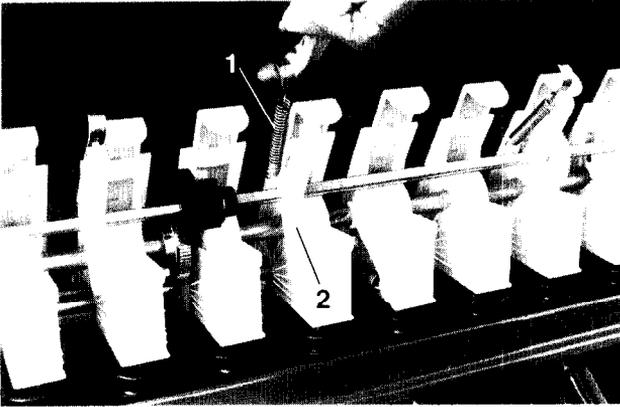
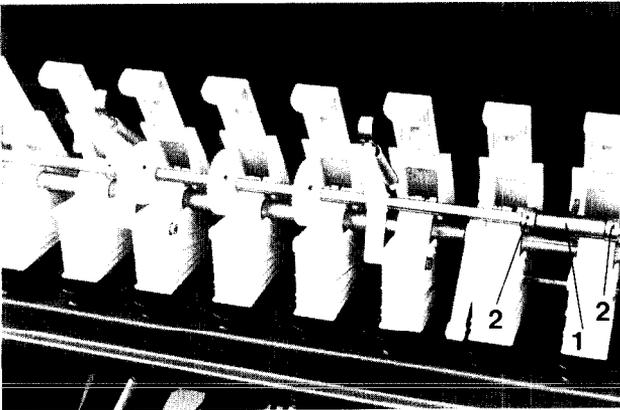
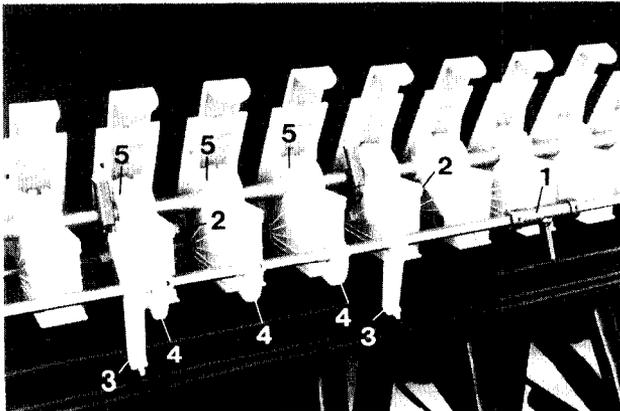

Fig. 60
Fig. 61
Fig. 62
- Décrocher les ressorts (fig. 60/1) entre les carters de distribution et les biellettes de maintien (fig. 60/2) puis basculer vers l'arrière l'arbre d'entraînement (fig. 62).
- Un support tubulaire (fig. 61/1) assurant l'alignement axial de l'arbre est logé dans un évidement d'un carter de distribution. En basculant l'arbre, ce support (fig. 62/4) est retiré de son logement et doit être remis, après montage, dans son logement ou dans un évidement d'un carter de distribution voisin. Le support tubulaire (fig. 61/1) est calé axialement sur l'arbre au moyen de la bague (fig. 61/2).
- Desserrer les vis 6 pans (fig. 62/2) qui fixent à droite et à gauche les biellettes de maintien auprès des carters de distribution.
- Déplacer sur l'axe d'entraînement les biellettes de maintien (fig. 62/3) et les pignons (fig. 62/4).
- Desserrer les vis d'entraînement (fig. 62/5) des roues distributrices correspondant à la nouvelle voie non semée, jusqu'à ce qu'elles tournent librement sur l'arbre d'entraînement.
- Fixer à droite et à gauche les biellettes de maintien (fig. 62/3) contre les carters de distribution et accrocher les ressorts (fig. 60/1) des biellettes aux carters.
Procéder au montage des pignons (fig. 62/4) selon paragraphe 15.5. L'arbre du jalonneur ne doit être pourvu qu'avec un seul pignon d'entraînement sur le côté droit du semoir. Le pignon doit être monté sur l'arbre du jalonneur de manière à ce que l'intervalle des roues distributrices qui ne sèment pas, mesuré depuis le côté extérieur droit du semoir, corresponde à la moitié de l'écartement de la voie non ensemencée. Pour les jalonnages de pré-lévee, démonter le disque traceur gauche.